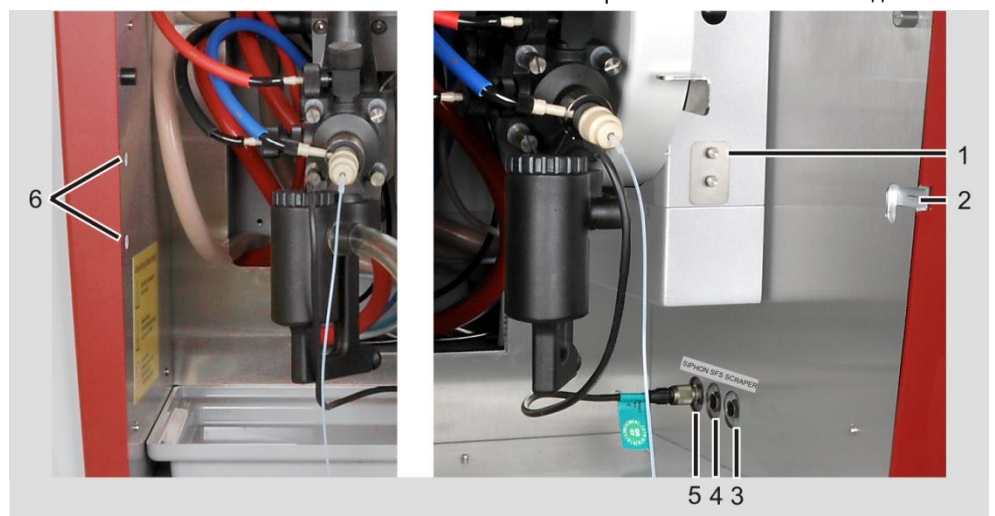

Рис. 48 Соединения на стенках отсека для проб
3. Подключите разъем сенсора сифона к разъему на правой стенке отсека для проб (5 на Рис. 48, стр. 85).
5. Подключите разъем сенсора сифона к разъему на правой стенке отсека для проб (5 на Рис. 48, стр. 85).
1. Подвесьте автосамплер на соответствующих держателях в отсеке для проб (2, 6 на Рис. 48, стр. 85). Отрегулируйте настроечный винт на правом подвесе таким образом, чтобы автосамплер не мог самопроизвольно выскользнуть из